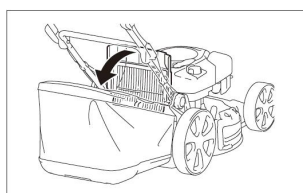

Fig. 7B
6.1.2. Assurez-vous que le déflecteur d'éjection latérale est abaissé et bloqué par le levier de sécurité; Fig. 7B/7C